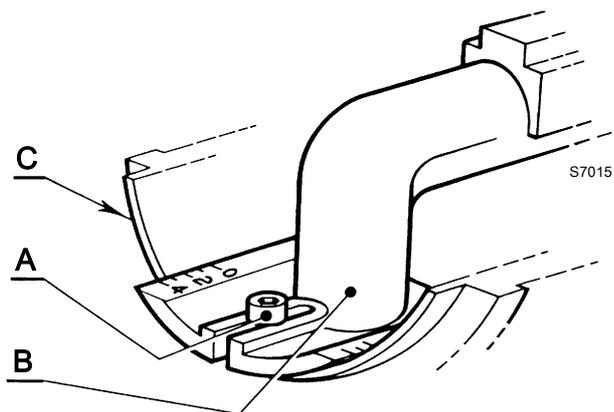

图 14
- 拧松螺丝A(图 14)，移动弯头B使之与连接器(C)的端面对齐到设定的刻度。